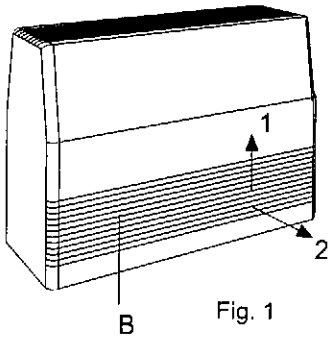

Fig. 1
* Empujar la rejilla "B" hacia arriba y tirar hacia afuera de la parte de abajo (Fig. 1,2,3).
* Push return airgrill "B" up and pull out. (Fig. 1,2,3).
* Rooster "B" naar bovendrukken, en uithemen. (Fig. 1,2,3).
* Drück das Gitter "B" nach oben und zieh es aus. (Fig. 1,2,3).
* Pousser la grille "B" vers le haut et tirer vers l'avant. (Fig. 1,2,3).
* Empurrar a grelha "B" para cima e tirá-la para fora pela parte de baixo (Fig. 1, 2, 3)